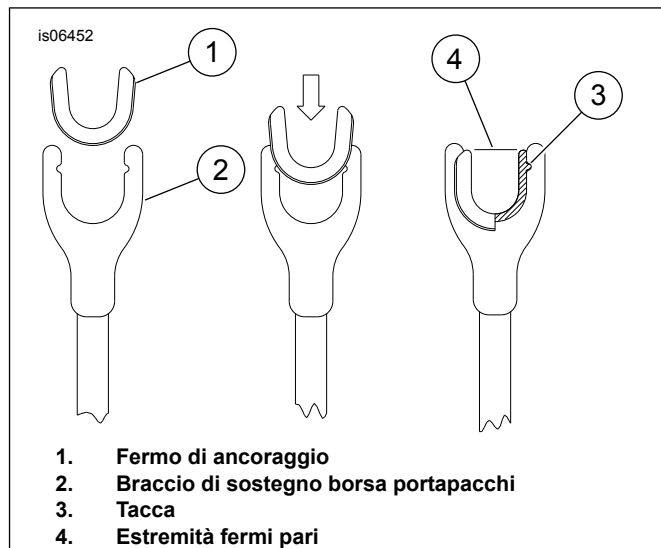

Figura 2. Installazione fermo d'ancoraggio
2. Vedere Figura 2. Installare i fermi di ancoraggio a U (1) nell'estremità con fessura dei bracci di sostegno della borsa portapacchi (2). I fermi devono essere inseriti completamente nella fessura del braccio di sostegno per potersi inserire sopra l'occhiello di ancoraggio.
3. Assicurarsi che le sporgenze dei fermi di ancoraggio siano inserite completamente nella tacca del braccio di sostegno (3) e che entrambe le estremità del fermo di ancoraggio siano più o meno allo stesso livello dei diti del braccio di sostegno (4). A tale scopo potrà essere necessario più di un tentativo. **SE** è quasi completamente inserito, è possibile utilizzare delle pinze, proteggendo le superfici di fermo e staffa per forzare l'inserimento delle tacche.